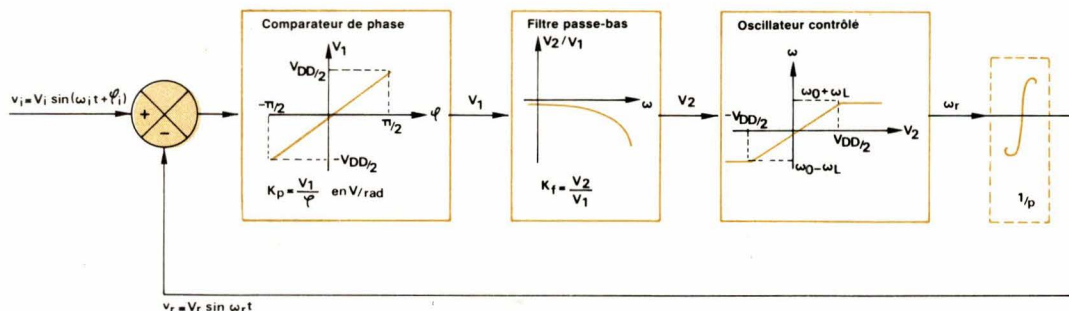

Fig. 4. - Synoptique complet d'une boucle à verrouillage de phase.
La définition des différents termes est donnée à la figure 4.
- Un intégrateur, « immatériel », dans la mesure où il n'a aucune présence physique, signalé  $\int$  dans le schéma de la figure 4. En effet, la grandeur de sortie du VCO est la pulsation d'un signal dont on utilise à l'entrée de la boucle la phase, c'est-à-dire l'intégrale par rapport au temps de la pulsation :  $\phi_r = \int \omega_r dt$ .
– Ensuite, le comparateur de phase n'a pas la caractéristique rectiligne indiquée à la figure 4. Au-delà de  $\pi/2$ , il y a en effet « retournement » de la caractéristique  $V_1(\varphi)$ , que celle-ci soit linéaire (OU exclusif) ou sinusoïdale : la réaction devient alors positive jusqu'à  $3\pi/2$ , négative jusqu'à  $5\pi/2$ , etc. Le système n'a cependant pas de point de fonctionnement stable dans les zones à réaction positive : il s'en éjecte de lui-même, pour se retrouver dans une zone à réaction négative contiguë.